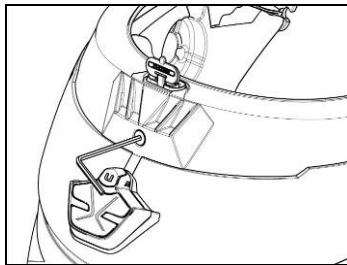

Fig. 7
- Monter tilbake pakningskanten ved å feste den med den tilhørende skruen (Fig. 7).